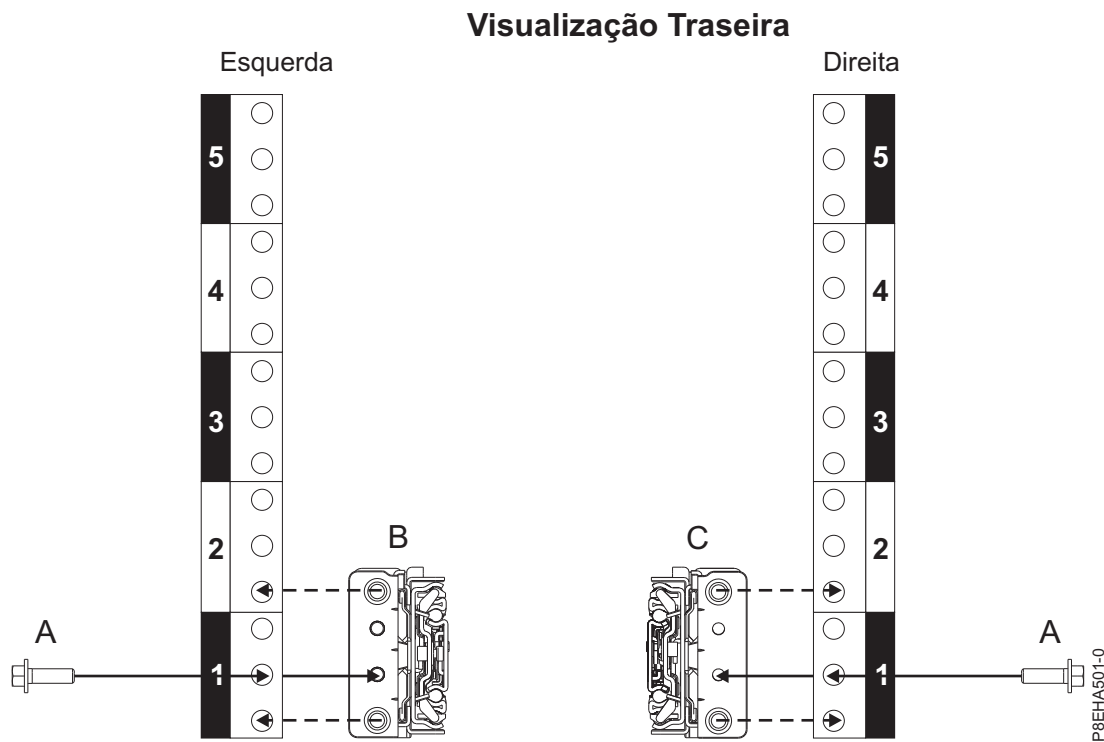

Figura 4. Conectando os trilhos deslizantes na parte traseira do rack
12. Prenda o trilho deslizante esquerdo (B) e o trilho deslizante direito (C) com um parafuso M5x16mm (A), conforme mostrado em Figura 4. Insira e aperte cada parafuso no furo do flange deslizante roscado no furo do meio da unidade de rack EIA inferior.